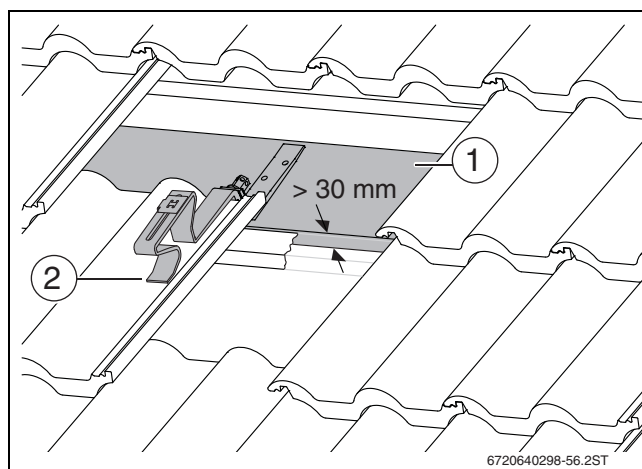

Fig. 21 Ancre de chevron fixé sur la planche/le madrier
- Si nécessaire, fixer des planches/madriers de portance suffisante sur les chevrons (→ fig. 21 [1]). Si nécessaire, retirer les contre-lattes dans cette zone.
- Poser le support à l'avant (→ fig. 21 [2]) sur la tuile de manière à ce qu'il se trouve dans un creux en cas de charge.